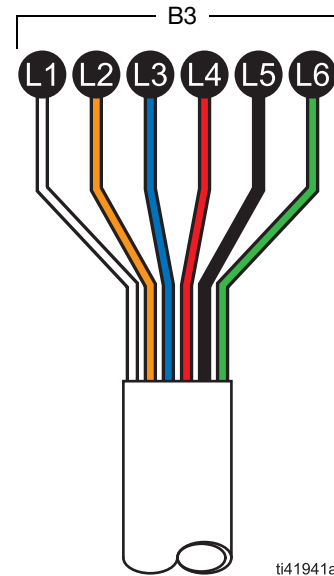

FIG. 6: Saídas do cabo de E/S
- B3** Saída do cabo de E/S, *não mostrados; ver FIG. 6*